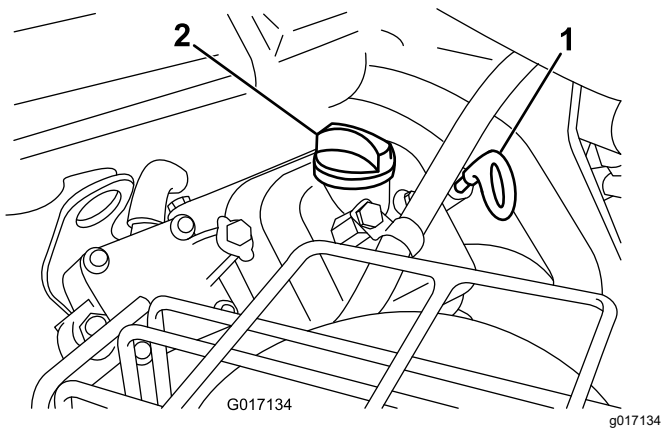

図 40
3. 補給口にディップスティックを差し込んでねじ部を最後まで締めこむ 図 40。